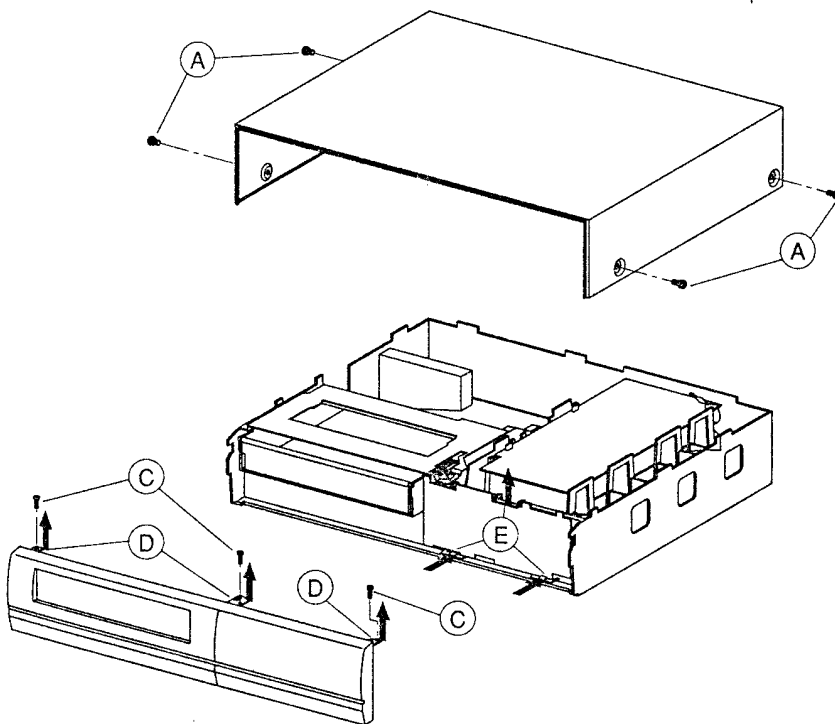

Fig. 1
- 4 Schrauben (A) herausdrehen (Fig. 1).
- Schrauben (C) herausdrehen, Rasthaken (D) lösen, Frontblende nach vorne wegklappen (Fig. 1).
- Rastnasen (E) lösen (Fig. 1).
- Remove 4 screws (A) (Fig. 1)
- Remove screws (C), release locking catches (D), hinge the front panel away from the front (Fig. 1).
- Release the locking catches (E) (Fig. 1).